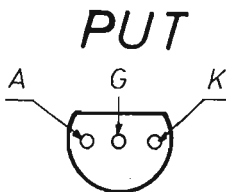

Fig. 4 - Distribuzione degli elettrodi fuoriuscenti dal corpo del transistor unigiunzione programmabile che pilota il primo stadio del dispositivo.
Fig. 4 - In questo disegno vengono messe a confronto due curve di circuiti induttivo-capacitivi (LC) con una curva di risonanza di un quarzo, nella quale rimane evidenziato l'alto fattore di merito.